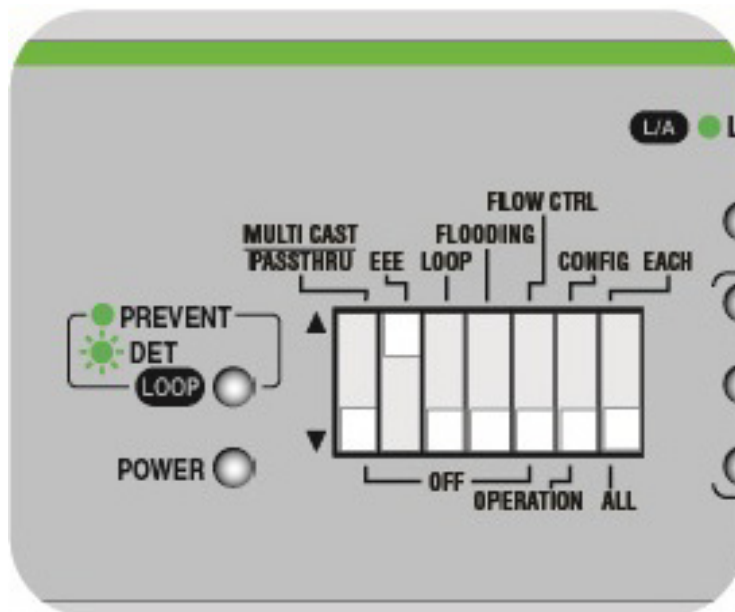

Рисунок 32. Положение DIP-переключателя для включения функции энергоэффективного Ethernet (EEE)
1. Установите DIP-переключатель № 2 в верхнее положение, чтобы включить данную функцию. См. рис. 32.